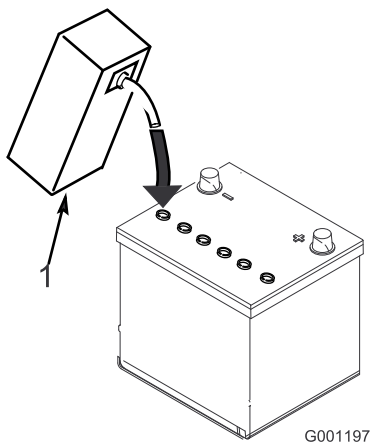

Bild 7
3. Füllen Sie vorsichtig Elektrolyt in jede Zelle ein, bis die Platten ungefähr mit 6 mm Flüssigkeit bedeckt sind (Bild 7).
4. Lassen Sie die Elektrolytflüssigkeit für 20 bis 30 Minuten in die Platten durchtränken. Füllen Sie nach Bedarf auf, um den Elektrolytstand auf ungefähr 6 mm unter den Einfüllstutzen anzuheben (Bild 7).